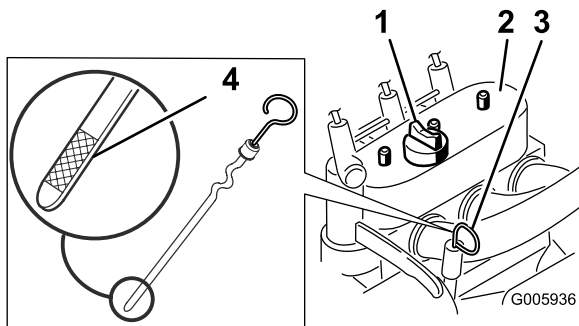

Bild 14
- Reinigen Sie den Bereich um den Ölpeilstab (Bild 14).
- Ziehen Sie den Peilstab heraus und wischen Sie das Metallende ab (Bild 14).
- Schrauben Sie den Ölpeilstab vollständig in das Peilstabrohr (Bild 14).
- Machen Sie, wenn der Ölstand niedrig ist, rund um die Öleinfüllverschlusskappe sauber und entfernen Sie die Kappe (Bild 14).